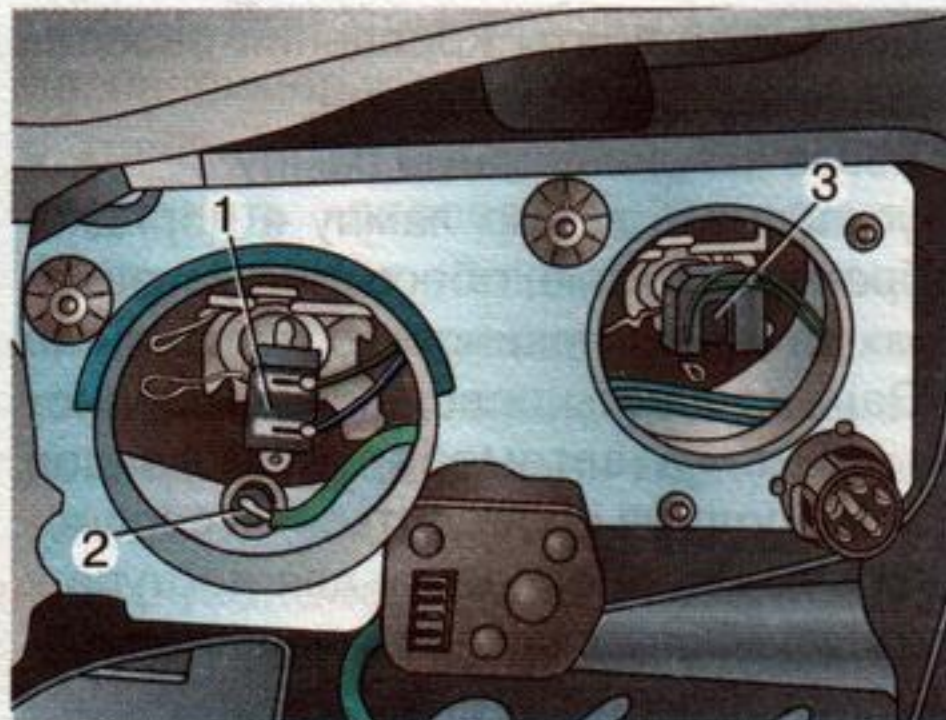

Рис. 21. Расположение лампы в левой фаре головного освещения: 1 – лампа ближнего света; 2 – лампа габаритного света; 3 – лампа дальнего/противотуманного света
- снять заднюю крышку фары (рис. 21);